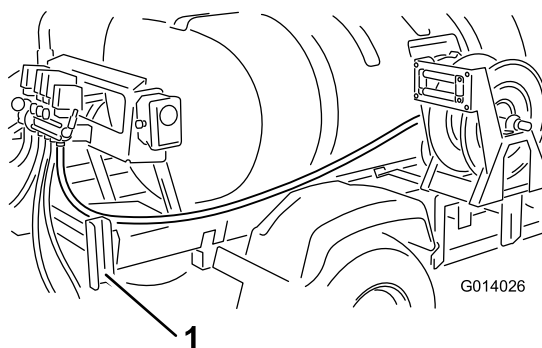

Figure 12
6. Acheminez le flexible vers l'arrière, le long du bâti du patin de cuve, à l'intérieur de l'aile arrière droite dans le profilé de soutien de rampe (Figure 12).
7. Acheminez les flexibles autour du bâti de montage et jusqu'à l'embout cannelé ouvert de la vanne de dévidoir posée précédemment (Figure 12).